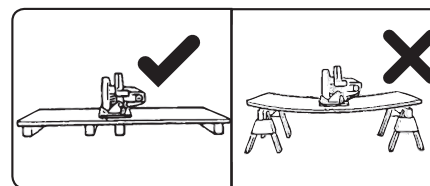

Abb. 8
- Stützen Sie große Flächen an den Rändern und nahe des Schnittbereichs ab, damit das Risiko des Einklemmens des Sägeblattes und der Rückschlag durch das Verbiegen der Platte minimalisiert wird (Abb. 8).